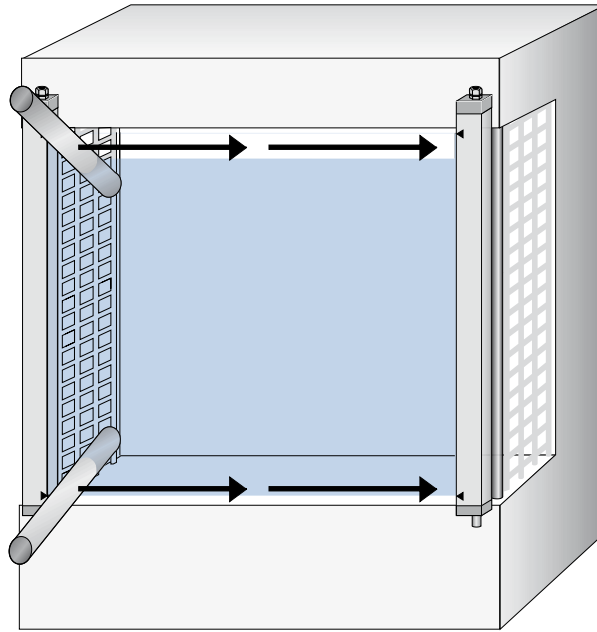

Figura 36: Teste diário do dispositivo de proteção: passo 2
- ▶ Introduza, em seguida, o bastão de teste ao longo da borda do campo de proteção, como mostrado pela seta na figura 36.